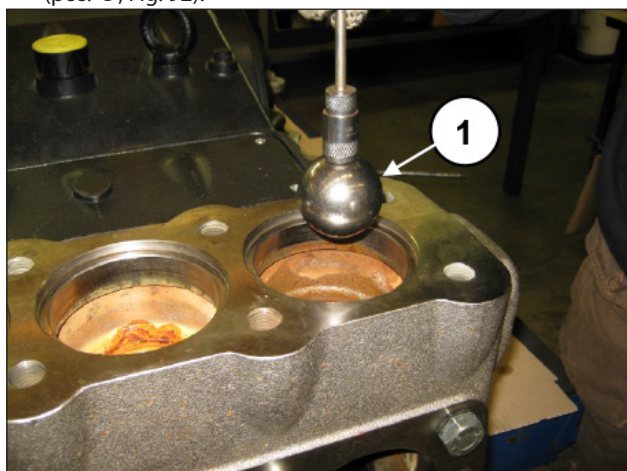

Fig. 92
- D) Estrarre le sfere utilizzando un magnete od altro attrezzo (pos. ①, Fig. 92).